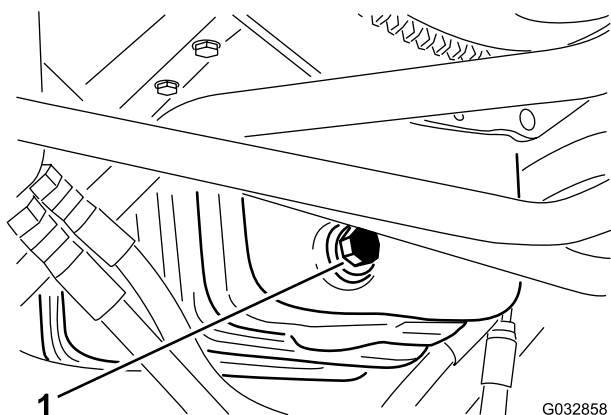

Figure 56
1. Retirez le bouchon de vidange (Figure 56) et laissez couler l'huile dans un bac de vidange.